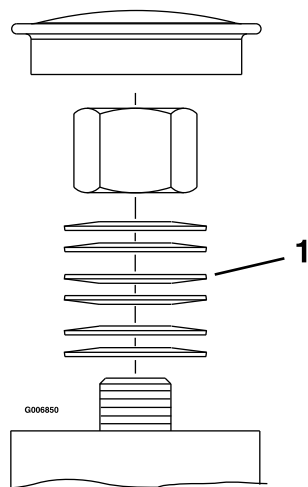

Figura 52
3. Retire el tapón guardapolvo de la rueda giratoria y apriete la contratuerca hasta que las arandelas de muelle estén planas, luego aflójela $\frac{1}{4}$ de vuelta para establecer correctamente la precarga de los cojinetes (Figura 51 y Figura 52).
Importante: Asegúrese de que las arandelas de muelle están correctamente instaladas, según se muestra en Figura 51 y Figura 52.